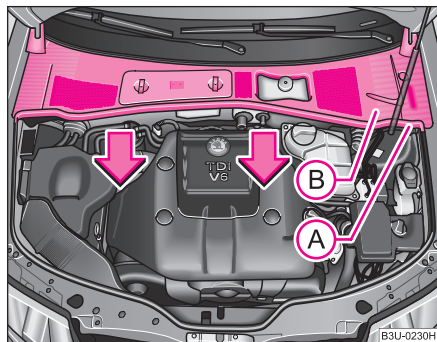

Fig. 176 Compartimentul motor: Colectorul de apă - capacul
- Trageți garnitura **(A)** afară și scoateți capacul colectorului de apă **(B)** în sensul săgeții ⇒ fig. 176.